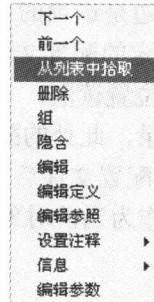

图 1-9 过滤器选项
- 选择过滤器：如图 1-9 所示为过滤器选项，若选择其中的选项，可以在工作区中显示其特定的特征或图元，从而提供需要选择的内容。